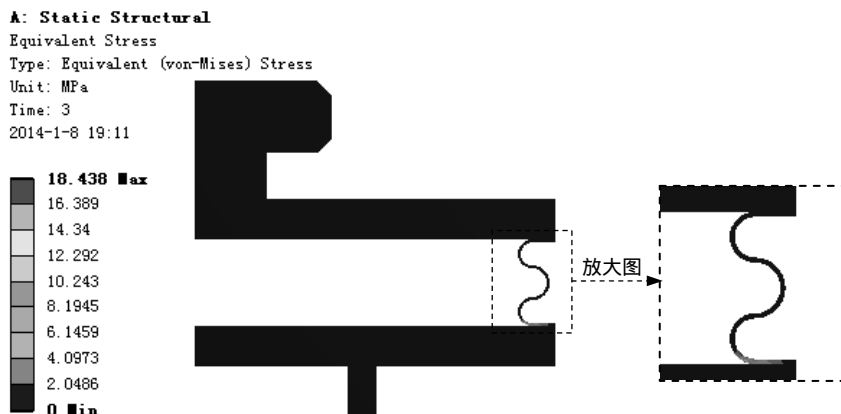

图 9.7.27 应力结果图解
(1) 求解分析。在顶部工具栏中单击 **Solve** 按钮求解分析。
(2) 查看应力结果图解。在“Outline”窗口中选中 **Equivalent Stress**，查看图 9.7.27 所示的总应力结果，其最小应力为 0 MPa，其最大应力为 18.438 MPa。